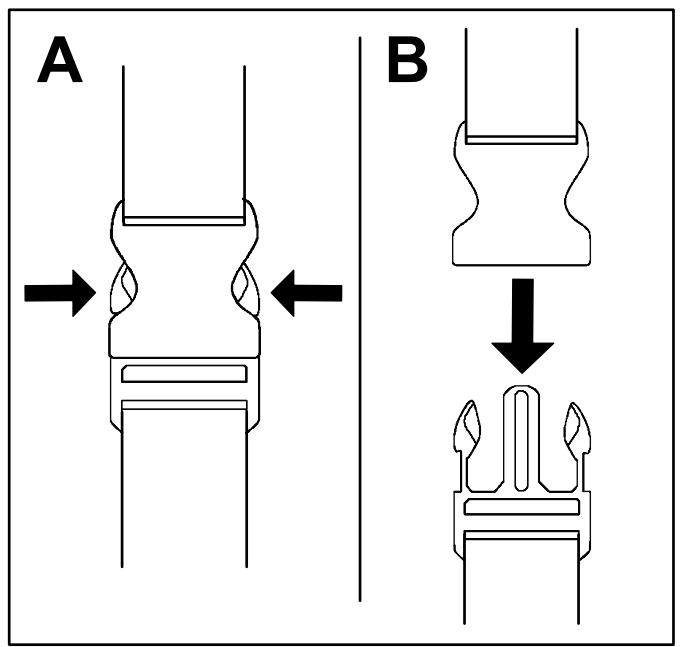

Bild 7
1. Beiden Seiten der Schnellverschlusschnalle eindrücken (A in Bild 7).
2. Lassen Sie die Schnellverschlusschnalle sich lösen (B in Bild 7).